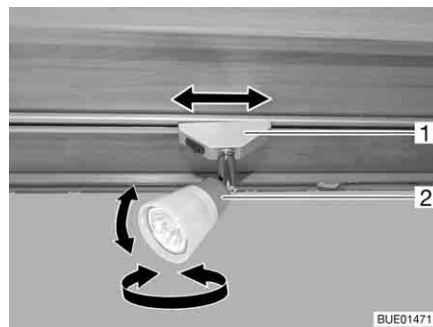

Fig. 65 Foco
Girar: ■ Coger la carcasa (Fig. 65,2) y girarla.
- Agarrar el soporte (Fig. 65,1) y girarlo aprox. 45°.
- Agarrar el soporte (Fig. 65,1) y girarlo 90°.